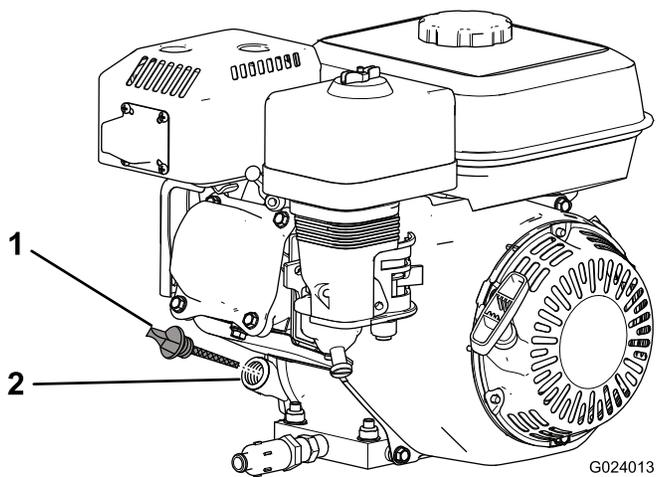

Figura 24
2. Pare o motor, espere que arrefeça e limpe a área em torno do tampão de enchimento de óleo/vareta (Figura 24).